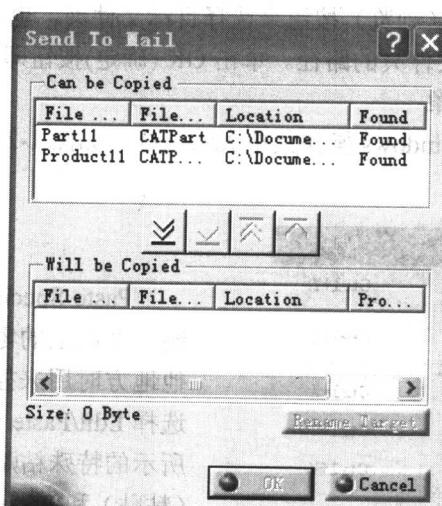

图 1-21 邮件发送
(1) Send To Mail (邮件发送) 用 E-mail 方式把 CATIA 的数据发送出去，使其他用户也能分享这个文件。操作步骤如下。
- ① 先将要发送出去的文件存盘，否则发送不出去。
- ② 选择 File/Send To/Mail 命令，于是会出现如图 1-21 所示的对话框。